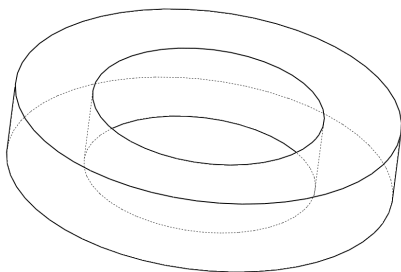

图 1-40 以隐藏线可见的样式显示模型
(5) 执行操作后，即可以隐藏线可见的样式显示出模型对象，效果如图 1-40 所示。